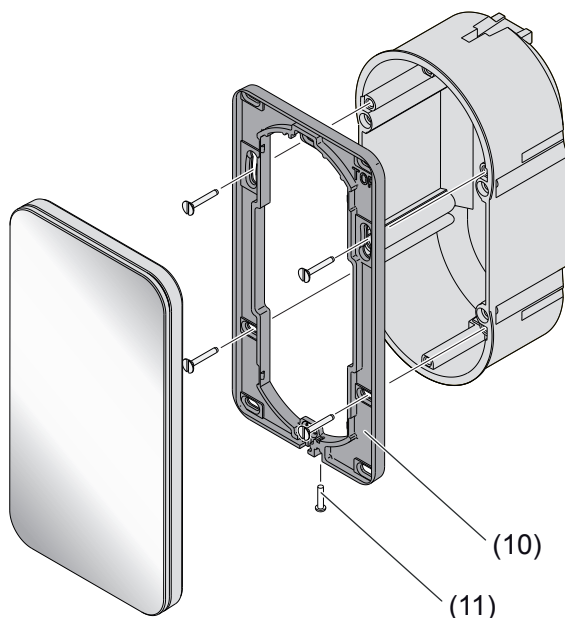

Рис. 3
- Выровнять монтажные рамы (10) и привинтить к монтажной коробке для скрытой проводки или к стене (рис. 3). Обратит внимание на маркировку TOP = ВЕРХ. Использовать прилагаемый комплект винтов.
- Подсоединить шину KNX к клемме (6).
- Опция: подсоединить внешний датчик температуры к клемме (5).
- Затянуть стопорный винт (11) внизу монтажной рамы. Использовать крестовую отвертку типа Pozzi-Drive, размер 0.